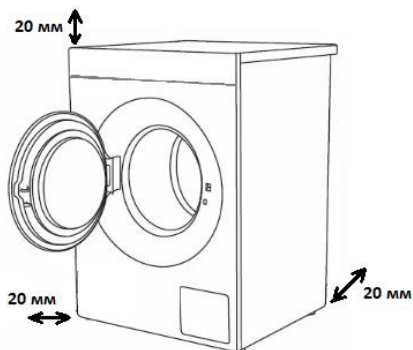

Рисунок 4
- Соблюдайте расстояния 20 мм до стены либо рядом стоящих предметов (см. рис. 4)